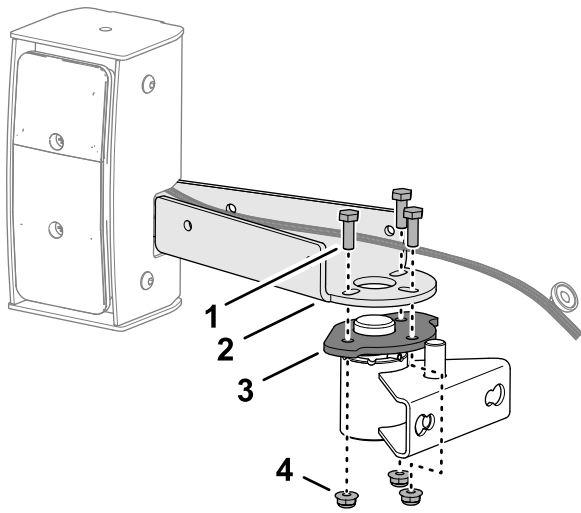

Figure 49
- Fixez le support de pivot sur le support du boîtier du feu (Figure 49) à l'aide de 3 vis (¼ x ¾ po) et contre-écrous (¼ po).